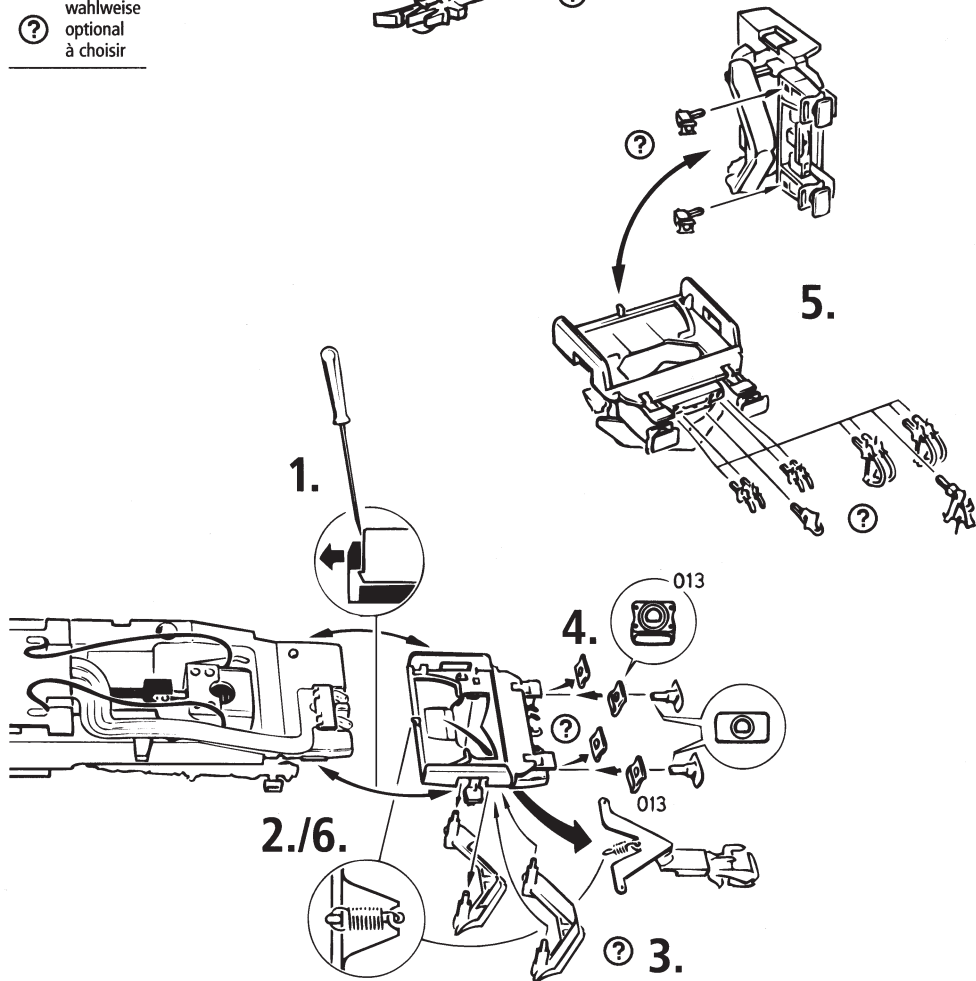

Fig. 3
**Mehrzugbetrieb:** Zuerst das Lokgehäuse abnehmen (Fig. 3). Brückenstecker aus der Schnittstelle entfernen (sorgsam aufbewahren). Zuletzt den Stecker des Steuerbausteines lagerichtig einsetzen (Fig. 4).
**1. Reinigung der Radstromkontakte:** Radstromkontakte können auf unsauberen Schienen leicht verschmutzen. Bitte **entfernen Sie vorsichtig** mit einem kleinen Pinsel **den Schmutz** an den in Fig. 7 gekennzeichneten Stellen. Bitte zuerst das Lokgehäuse abnehmen (Fig. 3).
**2. Schmierung:** Versehen Sie die im Schmierplan in Fig. 8 gekennzeichneten Stellen mit nur **kleinen Öltropfen**. Dazu zuerst das Lokgehäuse abnehmen (Fig. 3). Wir empfehlen den **ROCO-Öler** Art. Nr. **10906**. Zur Schmierung der Getriebeteile (Zahnräder, Schnecke) empfehlen wir das **Roco-Spezialfett 10905**. Im Falle der Schmierung diese Teile nicht ölen.
**3. Lämpchenwechsel:** Bitte nehmen Sie zuerst das Lokgehäuse ab (Fig. 3). Danach können Sie die **Lämpchen** wechseln (Fig. 5).
**4. Kohlebürstenwechsel:** Lokgehäuse abnehmen (Fig. 3). Danach wird der **Motor ausgebaut** und die **Kohlebürsten** ausgewechselt (Fig. 9).
**Exploitation en télécommande multi-trains:** Veuillez démonter d'abord la caisse (fig. 3). Enlevez ensuite la fiche de shuntage de l'interface (à conserver!) et enfichez finalement la fiche du module de télécommande aux prises de l'interface. Veuillez à la position correcte de la fiche (voir fig. 4).
Les lames de contact risquent de s'encrasser rapidement sur des voies poussiéreuses. Veuillez **enlever la poussière** aux endroits marqués à la fig. 7 après avoir démonté la caisse de la locomotive (fig. 3).
N'appliquez **qu'une toute petite goutte** aux endroits indiqués par le plan de graissage (fig. 8) après avoir démonté la caisse du tender (fig. 3). Nous vous recommandons le **graisseur à huile ROCO réf. 10906**. Pour graisser les engrenages (roues dentées, vis sans fin) nous vous conseillons la **graisse spéciale Roco ref. 10905** pour engrenages en matières synthétiques. Lorsque vous utilisez cette graisse il faut éviter d'huiler ces composants.
**3. Remplacement des ampoules:** Veuillez démonter d'abord la caisse de votre locomotive (fig. 3), puis vous pouvez **échanger les ampoules** (voir fig. 5).
Démontez la caisse (voir fig. 3). Démontez ensuite le moteur et échangez finalement le balais (fig. 9).
**Running in digital mode:** First remove loco body (fig. 3). Then remove the jumper from the interface. Finally put the plug of the chip into the interface as shown in fig. 4.
**1. Cleaning of wheel contacts:** Wheel contacts easily get dirty on tracks which are not entirely clean. Use a small brush to **remove dirt** from spots marked in fig. 7. Prior to this remove loco body (fig. 3).
**2. Lubrication:** Apply **tiny oil drops** to spots marked in fig. 8. Prior to lubrication dismantle locomotive (fig. 3). We recommend using item no. **10906, Roco oiler**. For lubrication the gear-parts (e.g. cog-wheels, worm) we would recommend our Roco **special grease** (item No. **10905**).
**3. Change of lights:** First remove loco body (fig. 3) and then change **lights** (fig. 5).
**4. Carbon Brush Changing:** First **remove** loco body (fig. 3), and then the **motor** (fig. 9).